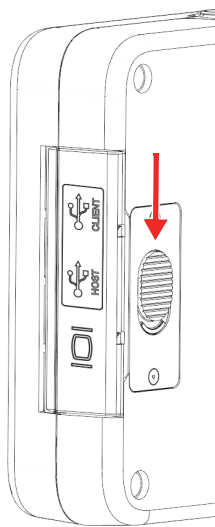

图 3-3 数据端口舱盖的松开按钮
1. 按住盖上的松开按钮，并向仪器的底部滑动，将数据端口舱盖解锁（参见第 42 页的图 3-3）。